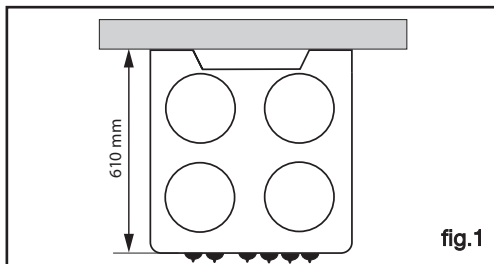
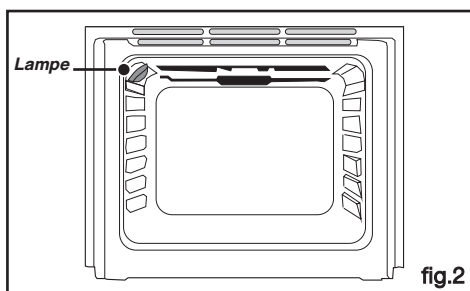

fig.1
fig.2
Si vous ne désirez pas utiliser la minuterie, mettez la manette en position "ARRET" (fig. 1). Si vous laissez la manette sur la position "0", le four ne fonctionnera pas (fig. 2).
Vous devez respecter la côte d'encastrement suivante (fig.1, vue de dessus):
- Desserrez les vis du serre-câble (fig.2).
- Introduisez le câble d'alimentation par le côté du capot et dans le serre-câble situé à droite du bornier. (Reportez-vous au tableau de la page précédente pour le choix de la section du câble) (fig.2).
A l'intérieur du four (fig. 2) :
• *Grille sécurité anti-basculement (fig.2)*